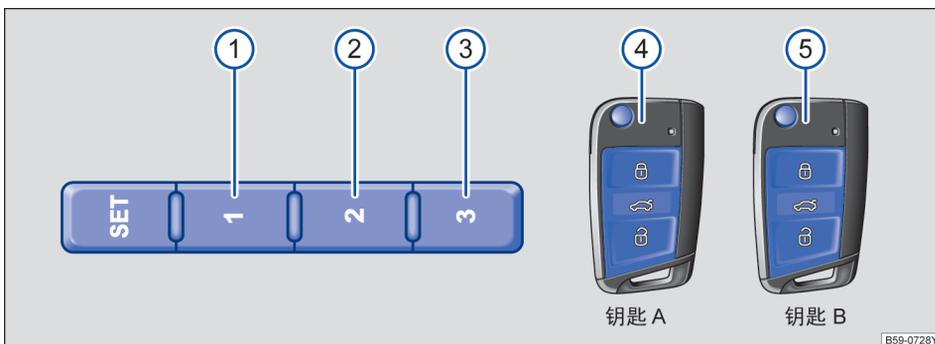

图 80 记忆位置图示
记忆座椅一共可以存储五个位置，座椅的记忆按钮可存储三个不同位置①、②和③，两把遥控钥匙可分别绑定位置④和⑤→图 80。
- 按压按键 SET →图 80。
- 在 10 秒钟内按压需要设置的记忆按钮①、②或③。一个声音信号确认存储于该记忆按钮的位置设置成功。